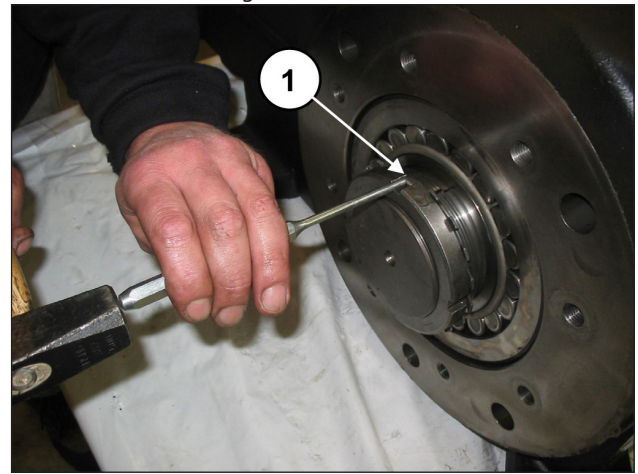

Abb. 15
Heben Sie die Sicherungsscheibe (Pos. ①, Abb. 15).